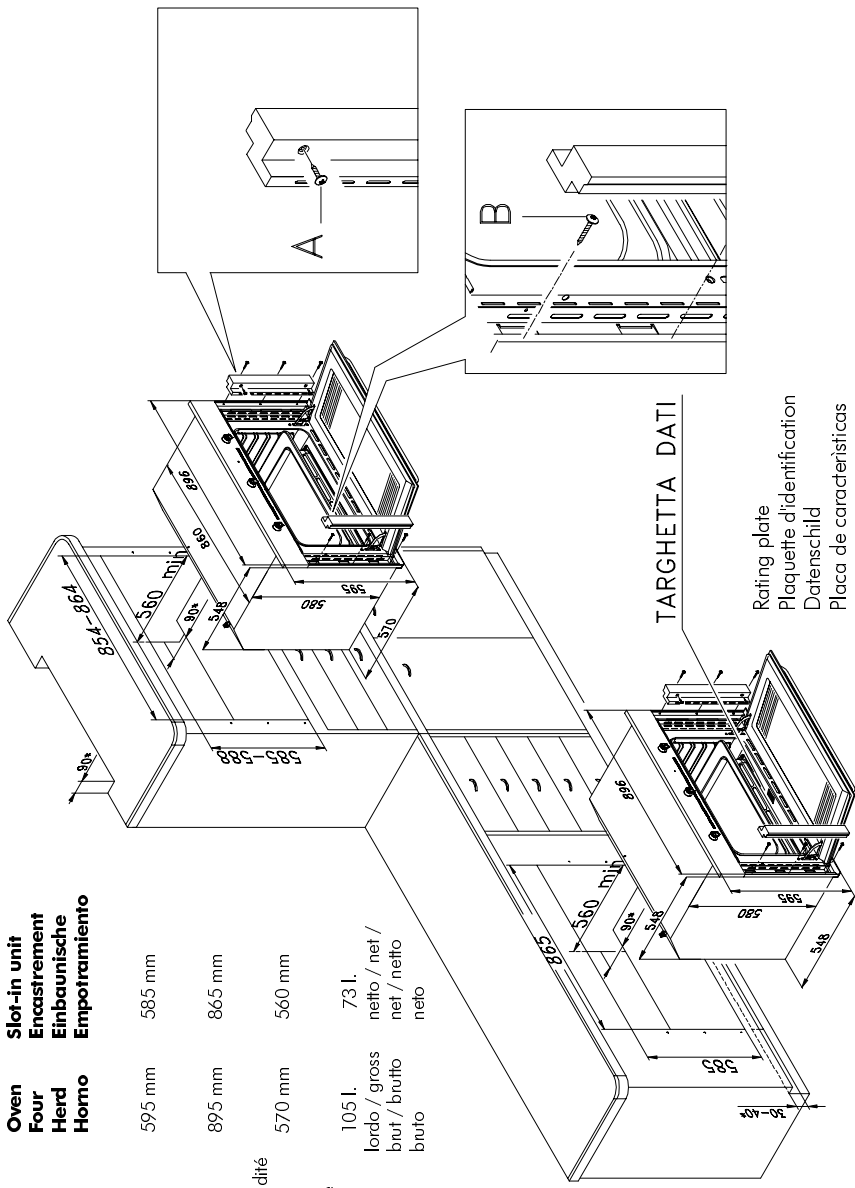

fig. 1
INSTALLAZIONE NEL MOBILE (fig. 1)
- Il fissaggio del forno al mobile si effettua nel seguente modo (fig. 1):
FITTING IN THE UNIT (fig. 1)
- The oven is fitted in the unit as follows (fig. 1):
INSTALLATION DANS LE MEUBLE (fig. 1)
- La fixation du four au meuble s'effectue de la façon suivante (fig. 1):
EINBAU IN DAS MÖBEL (Abb. 1)
- Die Befestigung des Herdes am Möbel wird wie folgt ausgeführt (Abb. 1):
INSTALACION EN EL MUEBLE (fig. 1)
- La instalación del horno en el mueble se efectúa observando las siguientes indicaciones (fig. 1):